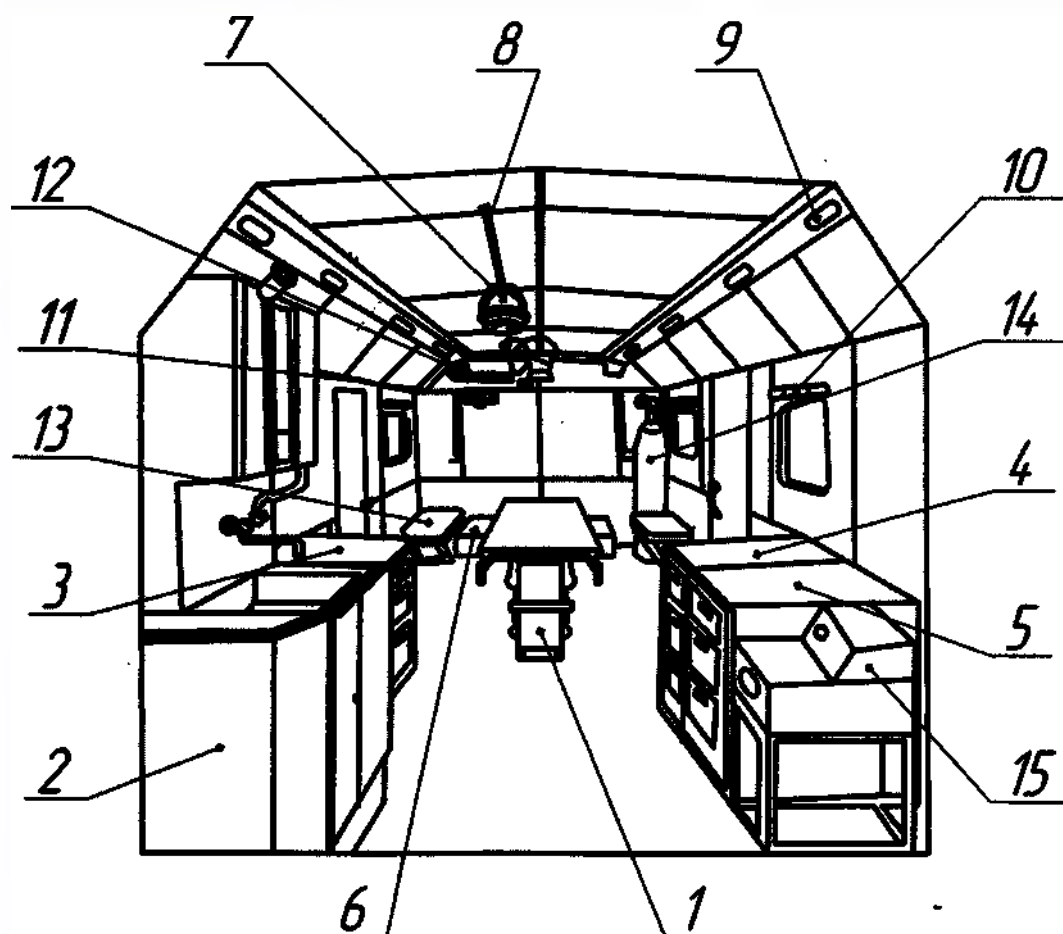

Рисунок 2 – Размещение оборудования внутри кузова-фургона
4.2 Перевязочная размещается в кузове-фургоне К4310 (Техническое описание и инструкцию по эксплуатации К 4310.00.000 ТО; Руководство по эксплуатации 4320-3902035 РЭ) на шасси автомобиля КАМАЗ 43114 и обслуживающих его систем (отопления, вентиляции и очистки воздуха, внутреннего освещения), а также специального оборудования и систем, размещенных в кузове-фургоне перевязочного стола, укладочных шкафчиков со столешницами, систем водоснабжения и электрооборудования (рис.2).